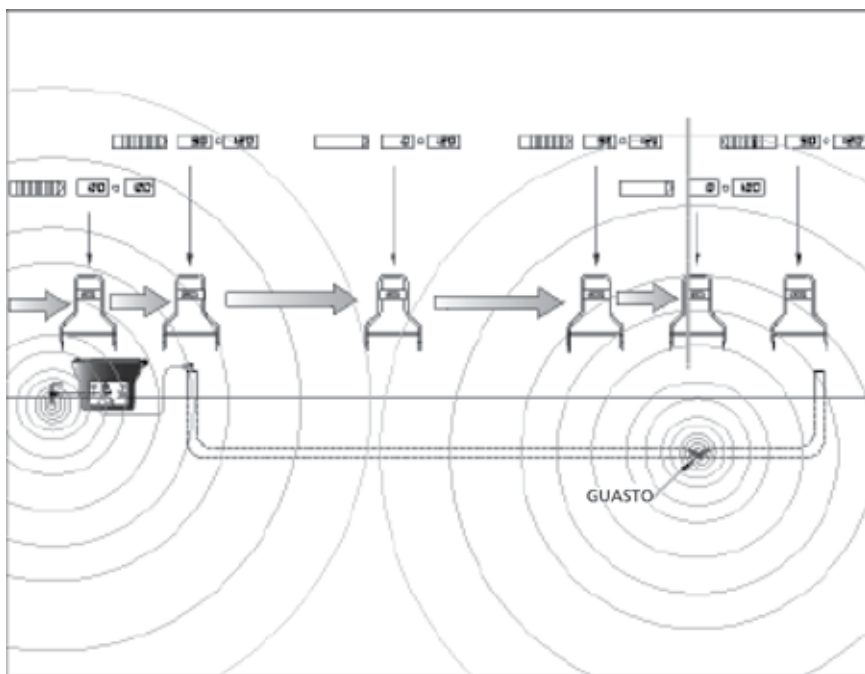

Figura 3-4. Localizzazione del punto di guasto del cavo con il ricevitore A-5000
5. Il numero di segmenti illuminati diminuisce quando ci si allontana dal punto di sincronismo e aumenta quando ci si avvicina al guasto. Vedi Figura 3-4.